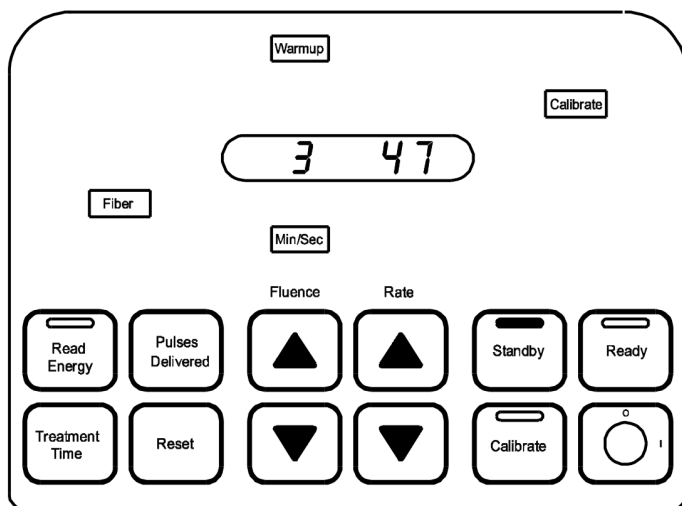

**Figura 2**
3. Al termine del test, le spie **Standby** e **Test** vengono accese (figura 2). Dopo il test delle spie, viene visualizzato il numero della versione software.